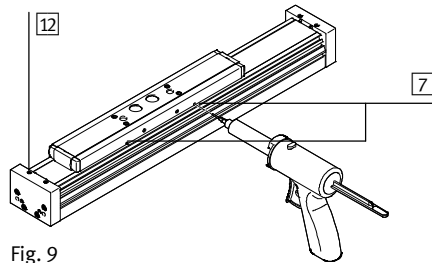

Fig. 9
1. allentare le viti 12 (→ Fig. 9).